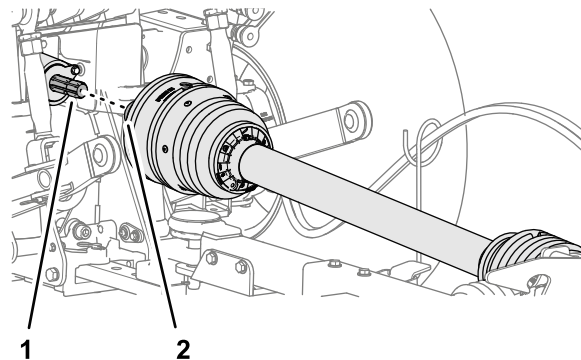

Figure 24
1. Alignez le raccord rapide de l'arbre d'entraînement de PDF et l'arbre de sortie de la PDF (Figure 24).